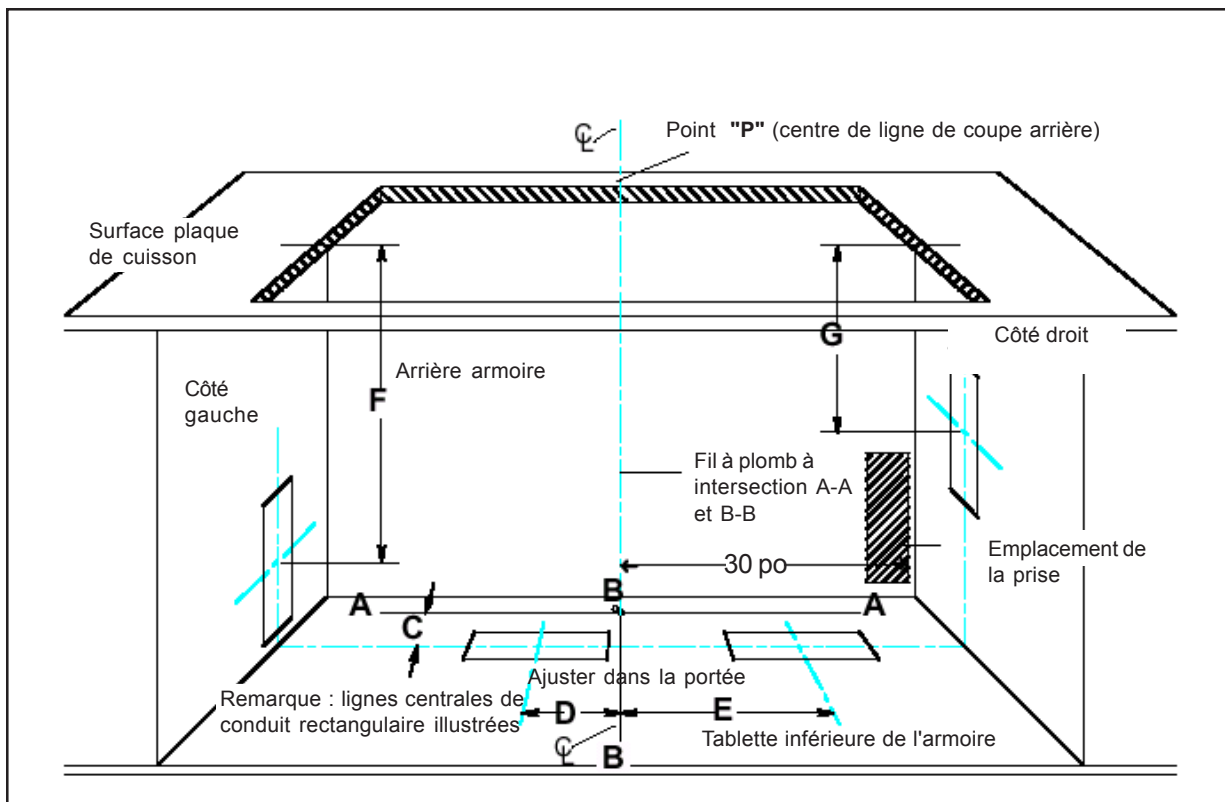

Figure 9 : découpe d'armoire pour conduits
- A. Voir figure 9. Tirer une ligne du point P au centre arrière de la découpe du plan de travail. Marquer ce point au bas de l'armoire en dessous. Établir deux lignes de références par ce point ; un doit être parallèle au devant de l'armoire et directement sous la découpe du plan de travail arrière et l'autre (ligne B-B) doit être à angle droit A-A.
La prise doit être située sous le plan de travail afin que le cordon d'alimentation de 30 po depuis l'évent puisse l'atteindre. Voir figure 9. Le cordon doit être acheminé sous l'appareil et loin de la chaleur générée par la plaque de cuisson. L'accès ne doit pas être obstrué par la soufflerie, armoire, conduit ou services électrique/gaz pour la plaque de cuisson. Toute l'alimentation pour le système d'évent incluant la soufflerie à distance, si utilisée, est fournie par le cordon à l'appareil d'entrée. La sortie peut habituellement être allongée depuis une autre prise de la cuisine ou avoir sa propre prise depuis le panneau de service principal.